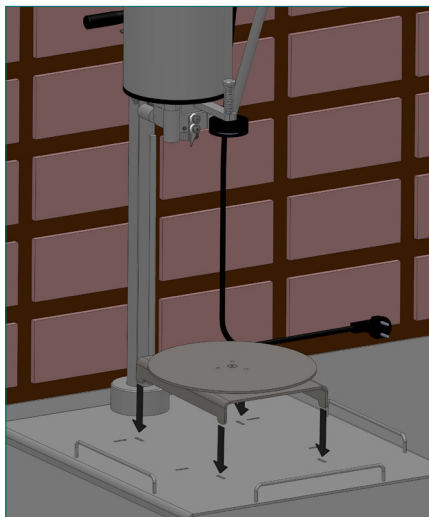

Рисунок 6
- чтобы открыть круглые банки весом 5 кг и больше (максимум до 10 кг) **Рисунок 6** поверните поворотный столик и вставьте в имеющиеся отверстия.